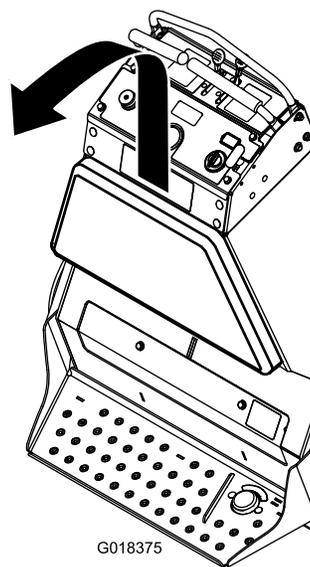

Bild 4
3. Lösen Sie die vier Schrauben im Rahmen, mit denen das hintere Polster am Gerät befestigt ist. Heben Sie das Polster hoch und ziehen es nach hinten, um es zu entfernen (Bild 4).